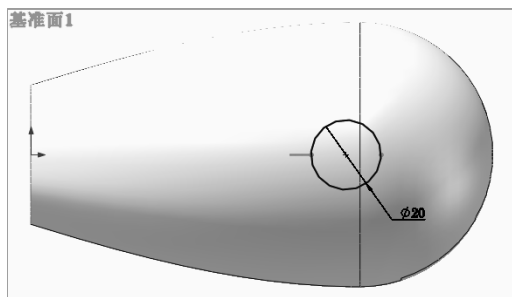

图 9-82 草图标注 5
8) 绘制草图 5。在左侧的 FeatureManager 设计树中用鼠标选择“基准面 1”作为绘制图形的基准面。单击“草图”控制面板中的 （圆）按钮，绘制图 9-82 所示的草图并标注尺寸。